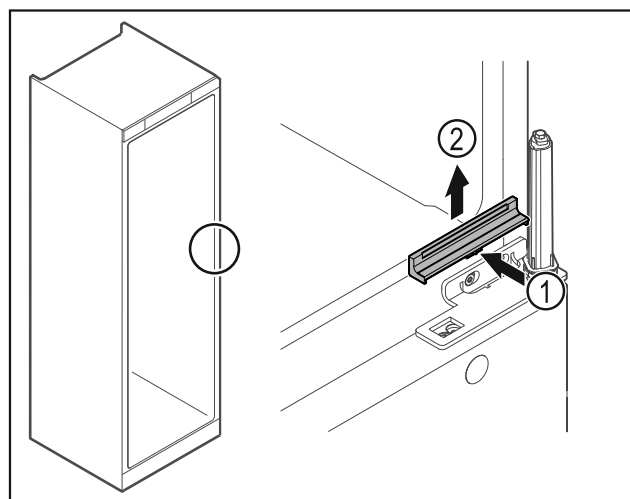

Fig. 22
- Appuyer légèrement sur le centre du cache Fig. 22 (1) et le retirer par le haut Fig. 22 (2).